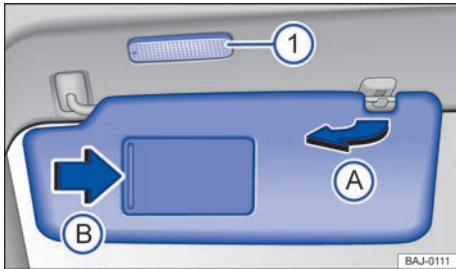

Fig. 92 En el revestimiento interior de la parte delantera del techo: parasol.
- Se pueden extraer del soporte y girar hacia las puertas → fig. 92 (A).
En la parte posterior del parasol hay un espejo de cortesía provisto de una tapa. Al desplazar la tapa → fig. 92 (B), se enciende una luz → fig. 92 (1).